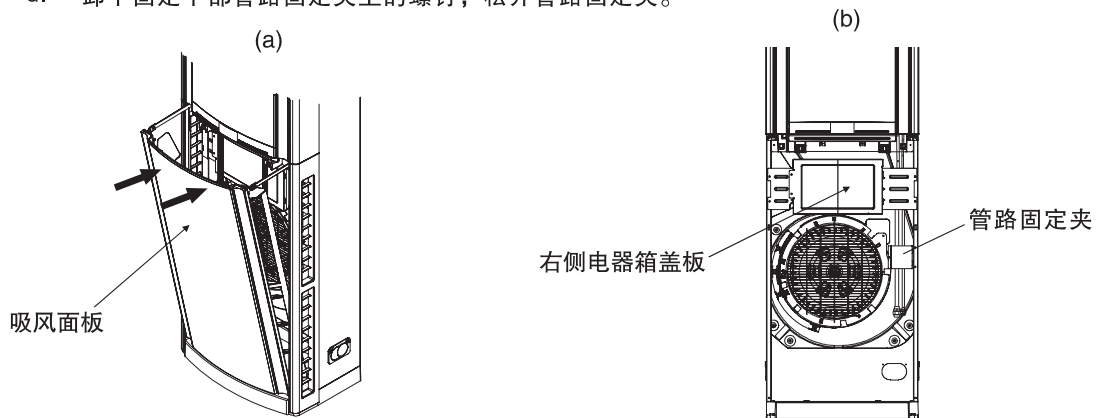

图17
- (1) 按图17所示依次拆下吸风面板、电气箱盖板及管路固定夹。